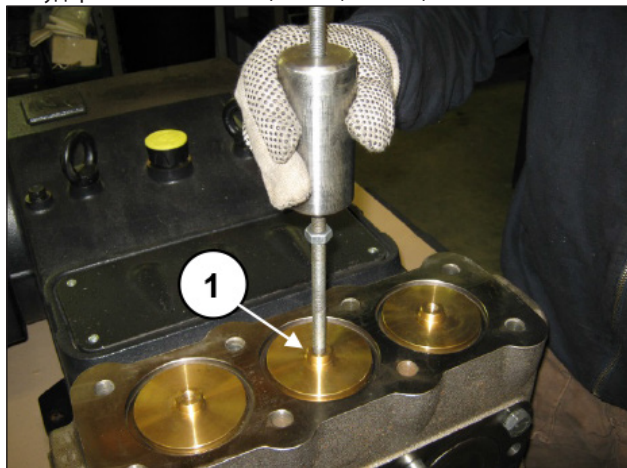

Рис. 90
В) Извлеките пробки клапанов с помощью съемника с ударной массой М10 (поз. ①, Рис. 90).